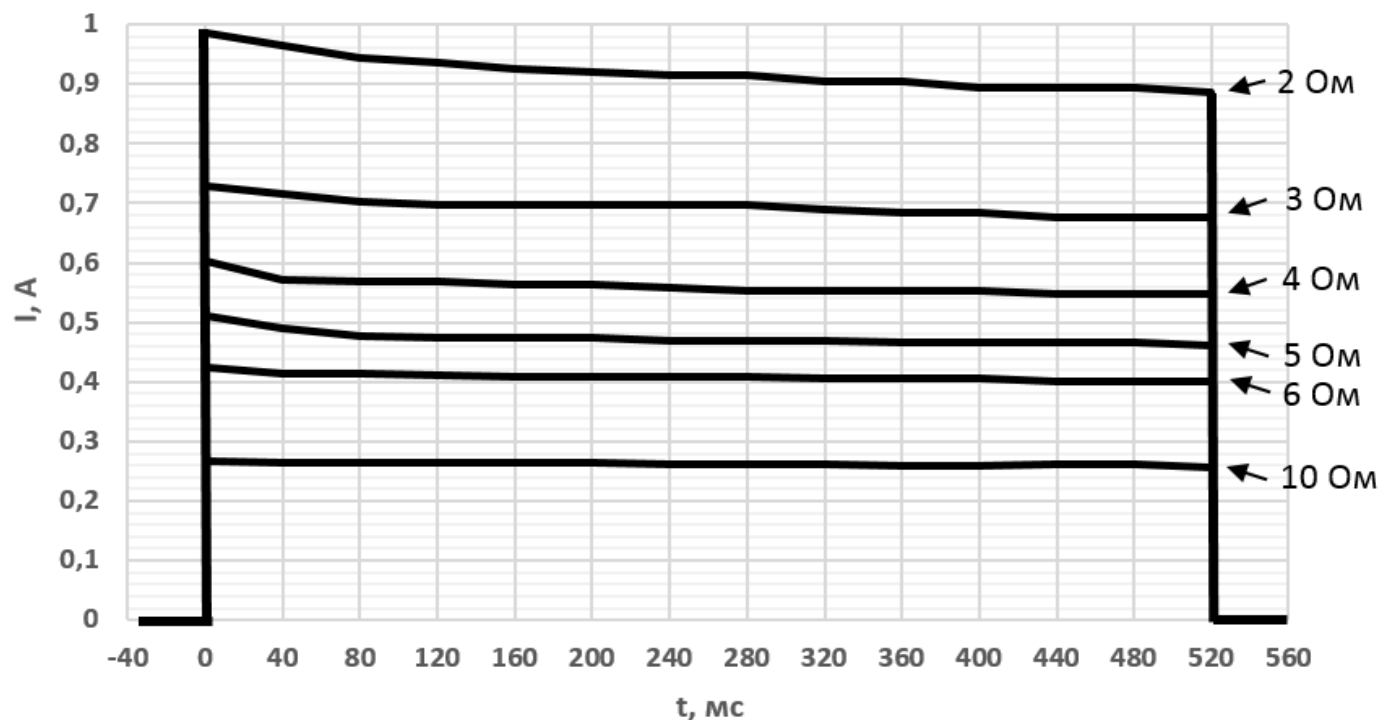

Рис. 2 – Зависимость тока пускового импульса от времени для различных сопротивлений пусковой цепи
- 3.3 Сила тока в пусковом импульсе: определяется из графика на рис. 2 в зависимости от сопротивления пусковой цепи (реальные значения – не хуже указанных во всем диапазоне рабочих температур).